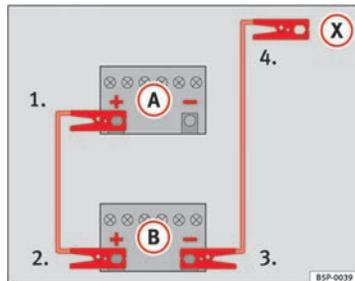
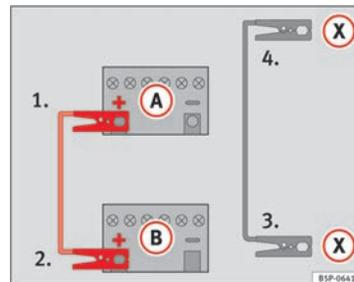

Abb. 229 Anschlussschema für Fahrzeuge ohne Start-Stopp-System.
Abb. 230 Anschlussschema für Fahrzeuge mit Start-Stopp-System.
- Klemmen Sie ein Ende des **roten** Starthilfekabels an den Pluspol (+) des Fahrzeugs mit der entladenen Fahrzeugbatterie (A) an ⇒ Abb. 229.
- Klemmen Sie das andere Ende des **roten** Starthilfekabels an den Pluspol (+) des stromgebenden Fahrzeugs (B) an.
- Klemmen Sie ein Ende des **schwarzen** Starthilfekabels an den Minuspol (-) des stromgebenden Fahrzeugs (B) ⇒ Abb. 229.
- Klemmen Sie das andere Ende des **schwarzen** Starthilfekabels (X) im Fahrzeug mit der entladenen Batterie an ein mit dem Motorblock verschraubtes massives Metallteil oder an den Motorblock selbst, aber an einer weit von der Batterie (A) entfernten Stelle an. ▶
- Klemmen Sie ein Ende des *roten* Starthilfekabels an den Pluspol (+) des Fahrzeugs mit der entladenen Fahrzeugbatterie (A) an ⇒ Abb. 230.
- Klemmen Sie das andere Ende des *roten* Starthilfekabels an den Pluspol (+) des stromgebenden Fahrzeugs (B) an.
- Klemmen Sie ein Ende des *schwarzen* Starthilfekabels (X) an einen geeigneten Masseanschluss, ein massives, fest mit dem Motorblock verschraubtes Metallteil oder an den Motorblock selbst an ⇒ Abb. 230.
- Klemmen Sie das andere Ende des *schwarzen* Starthilfekabels (X) im Fahrzeug mit der entladenen Batterie an ein mit dem Motorblock verschraubtes massives Metallteil oder an den Motorblock selbst, aber an einer weit von der Batterie (A) entfernten Stelle an.